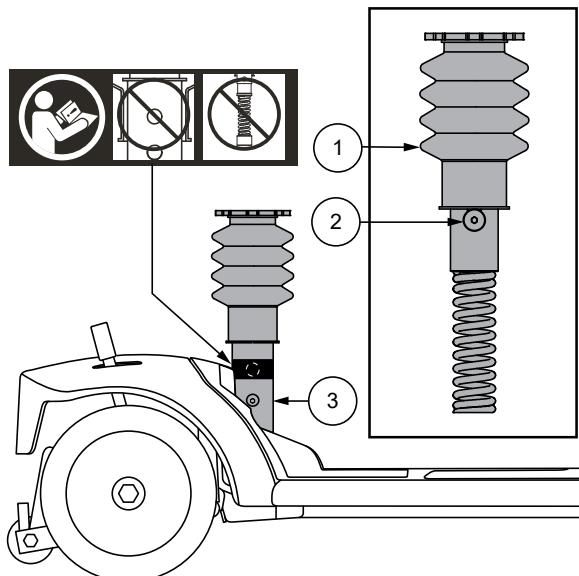

Figura 14. Regolazione della sospensione della sella
INCLINAZIONE DEL MANUBRIO (Vedere figura 14)
2. Rimuovere il reggisella superiore dal veicolo rimuovendo il bullone di spallamento dalla parte inferiore del reggisella, quindi sollevare il reggisella verso l'alto e rimuoverlo dal veicolo. Vedere la figura 14.
NOTA: Non installare il reggisella nel foro superiore con il sedile ammortizzato. Vedere la figura 14. In caso contrario, il reggisella ammortizzato non funzionerà.